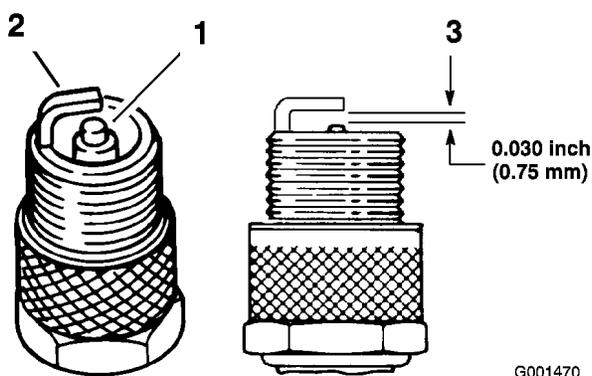

Figura 36
3. Verifique o estado dos eléctrodos lateral e central, bem como do isolante do eléctrodo central, certificando-se de que não se encontram danificados (Figura 36).
4. Ajuste a folga existente entre a zona central e lateral do eléctrodo para 0,762 mm (Figura 36). Monte a vela com a folga correcta e aperte-a com uma força de 20 Nm.